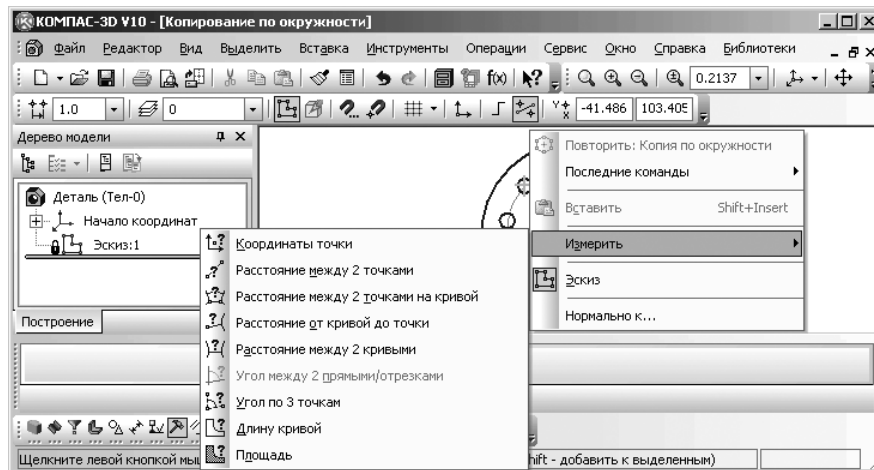

Рис. 8.45. Контекстное меню и всплывающее меню пункта **Измерить**
- щелкните по пункту **Измерить**. Появится всплывающее меню, показанное на рис. 8.45;